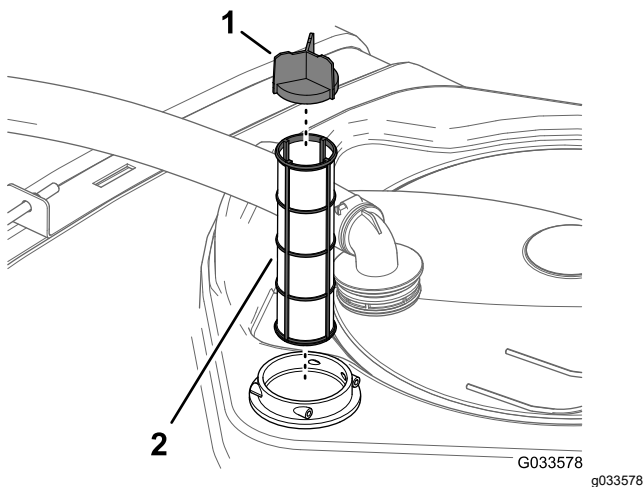

Figura 56
4. Retire o filtro de sucção antigo da estrutura do filtro no depósito (Figura 56).